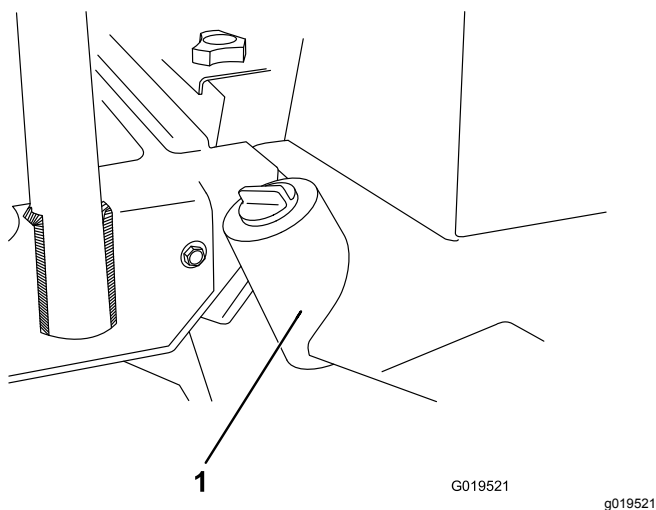

Figura 73
3. Rimuovete il tappo di spurgo dal fondo del serbatoio (Figura 73) e lasciate defluire il fluido idraulico in una bacinella.